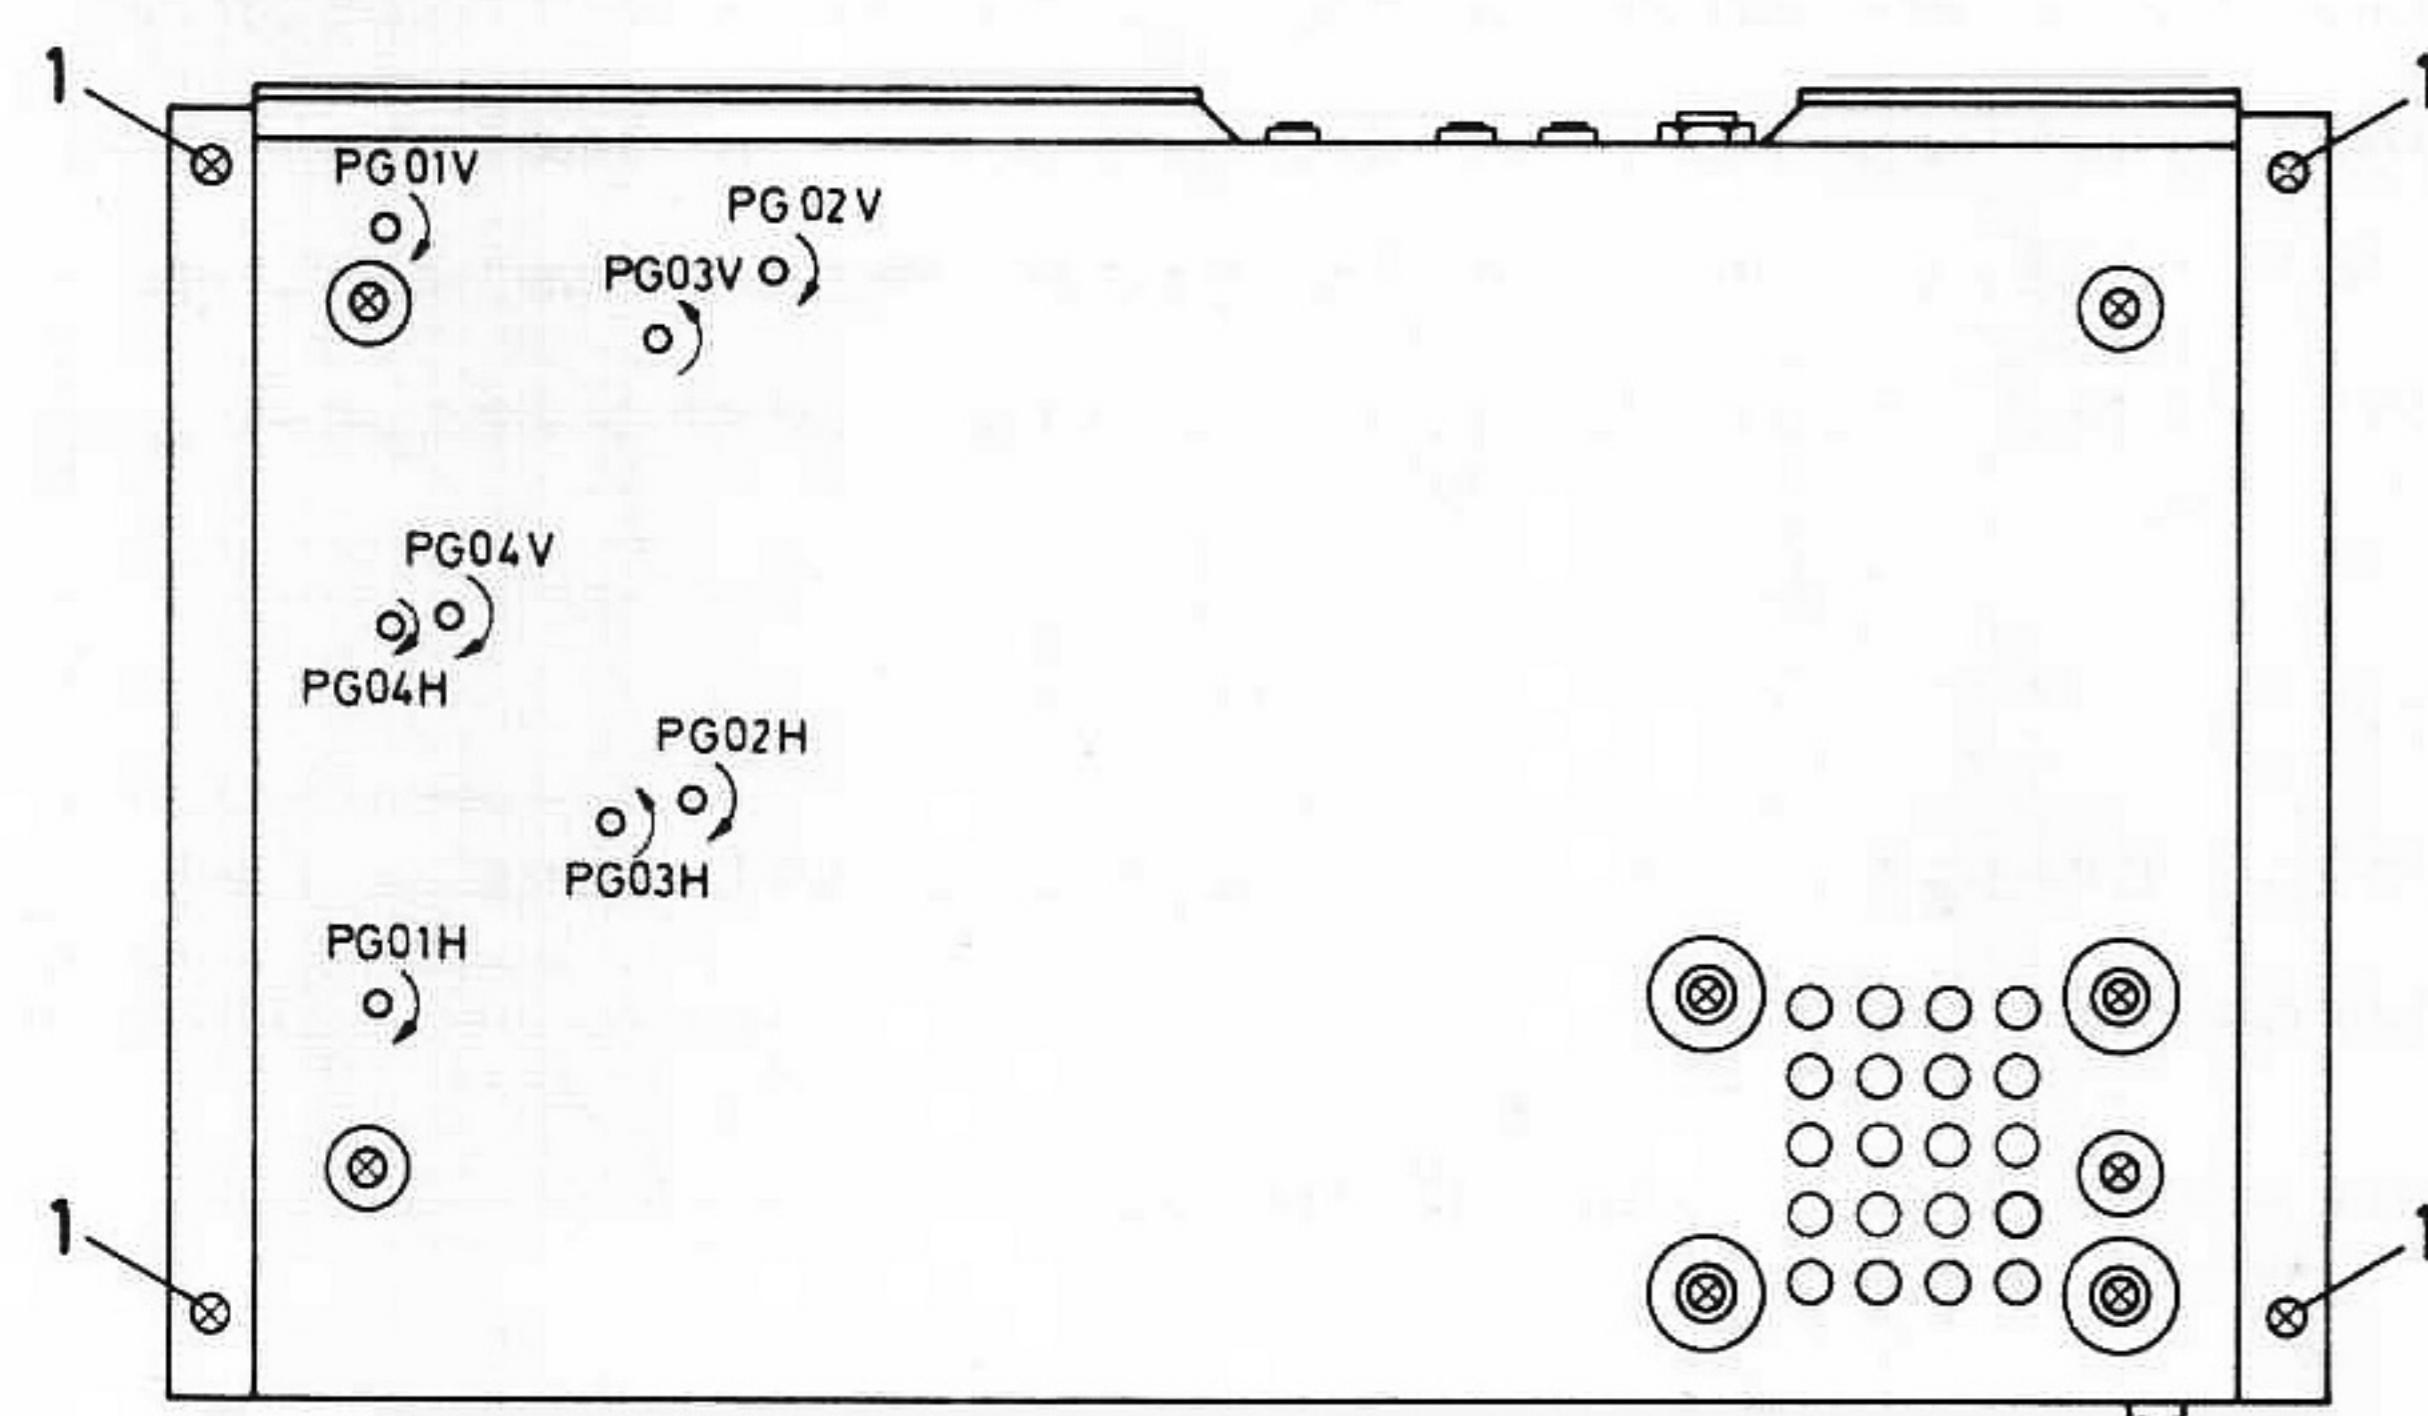

Fig. 1
1. Borttag de fyra skruvarna (1) fig 1 på apparatens undersida.